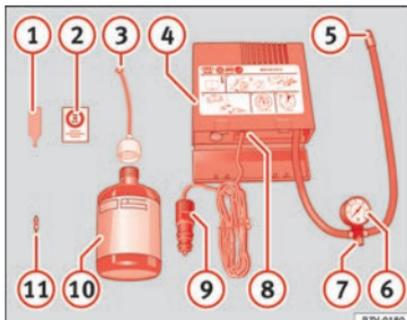

Fig. 162 Rappresentazione standard: contenuto del kit per la riparazione degli pneumatici.
Il kit per la riparazione degli pneumatici si trova nel sottofondo del bagagliaio. Include i seguenti componenti » **fig. 162**:
- Svitare l'inserto valvola dello pneumatico con l'attrezzo corrispondente » **fig. 162** ① e posarlo su una superficie pulita.
- Agitare energicamente la bomboletta del sigillante per pneumatici » **fig. 162** ⑩ per alcuni secondi.
- Avvitare il tubo di riempimento » **fig. 162** ③ alla bomboletta di sigillante ruotandolo in senso orario. La piombatura della bomboletta si rompe automaticamente.
- Rimuovere il tappo del tubo di riempimento » **fig. 162** ③ e avvitare l'estremità aperta dal tubo alla valvola dello pneumatico.
- Avvitare di nuovo l'inserto valvola con l'attrezzo corrispondente » **fig. 162** ① nella valvola dello pneumatico.
- Avvitare il tubo di gonfiaggio » **fig. 162** ⑤ del compressore alla valvola dello pneumatico.
- Accertarsi che la vite di sfiato dell'aria » **fig. 162** ⑦ sia chiusa.
- Collegare il connettore » **fig. 162** ⑨ a una presa di corrente a 12 V del veicolo » pagina 106.
- Collegare il compressore dell'aria all'interruttore ON/OFF ►► fig. 162 ⑧.
- Riavvitare il tubo di gonfiaggio ►► fig. 162 ⑤ ⑥.